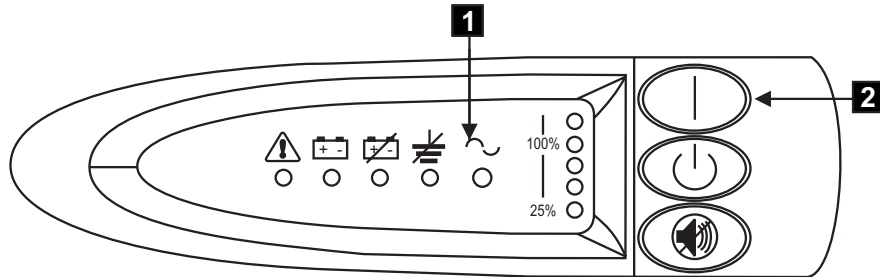

図 263. 2145 UPS の電源スイッチおよびインディケーター
10. すべてのフロント・パネル・インディケータ (300 ページの図 263 を参照) は、2145 UPS が自己診断テストを実行する間、しばらく明滅します。テストが完了すると、モード・インディケータが明滅して、2145 UPS が待機モードに入ったことを示します。